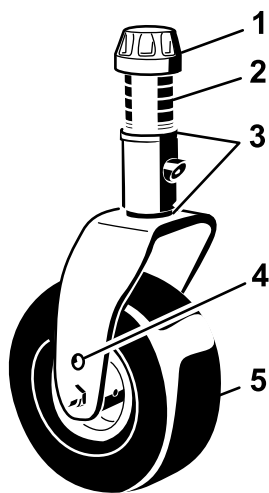
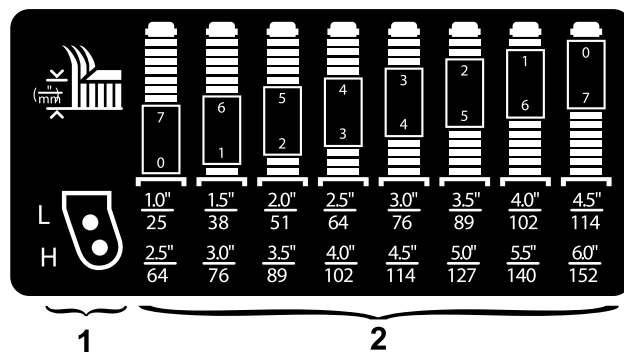

图 7
图 8
将脚轮轴放到两个脚轮叉的相同孔中。请参阅 图 7 和 图 8 确定用于设定的正确孔位。
1. 从锭轴上取下张紧帽 图 7 然后将锭轴滑出脚轮臂。将 2 个薄垫片按最初安装的方式放在锭轴上。这些薄垫片需要在整个滚刀组宽度上达到水平。
2. 将相应数量的隔片滑到锭轴上以获得所需的剪草高度 图 7。
请参考 图 8 确定所需剪草高度设置需要的隔片组合。